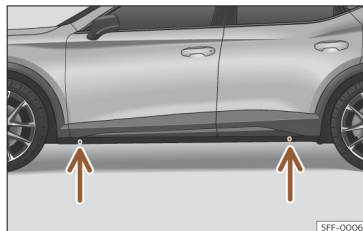

Fig. 243 Pontos de apoio do macaco.
- Procure na longarina a marca do ponto de apoio do macaco (zona afundada) mais próximo da roda a substituir >>> **Fig. 243.**